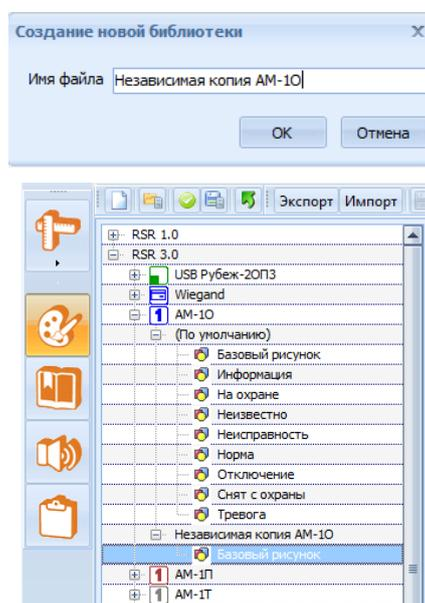

Рис. 5 В списке устройств добавлена независимая копия AM-10
- **Создать независимую копию устройства**, позволяет добавить в список пустую копию данного устройства, в которую можно включить новые состояния (Рис. 5).